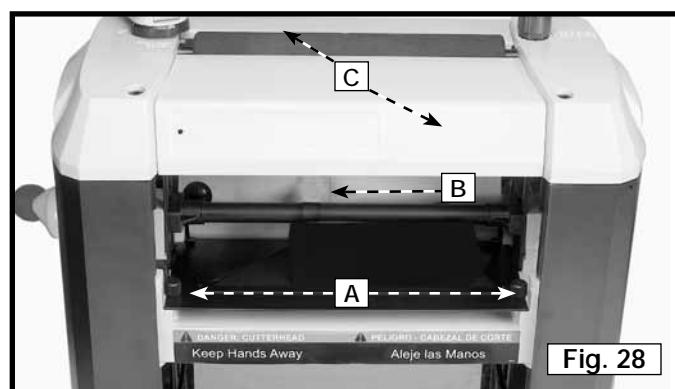

Fig. 28
1. Quite las dos cubiertas superiores (C), Fig. 28.
3. Quite los dos tornillos (A), Fig. 28, y quite el protector del cabezal portacuchillas (B) tirando de él directamente hacia afuera.